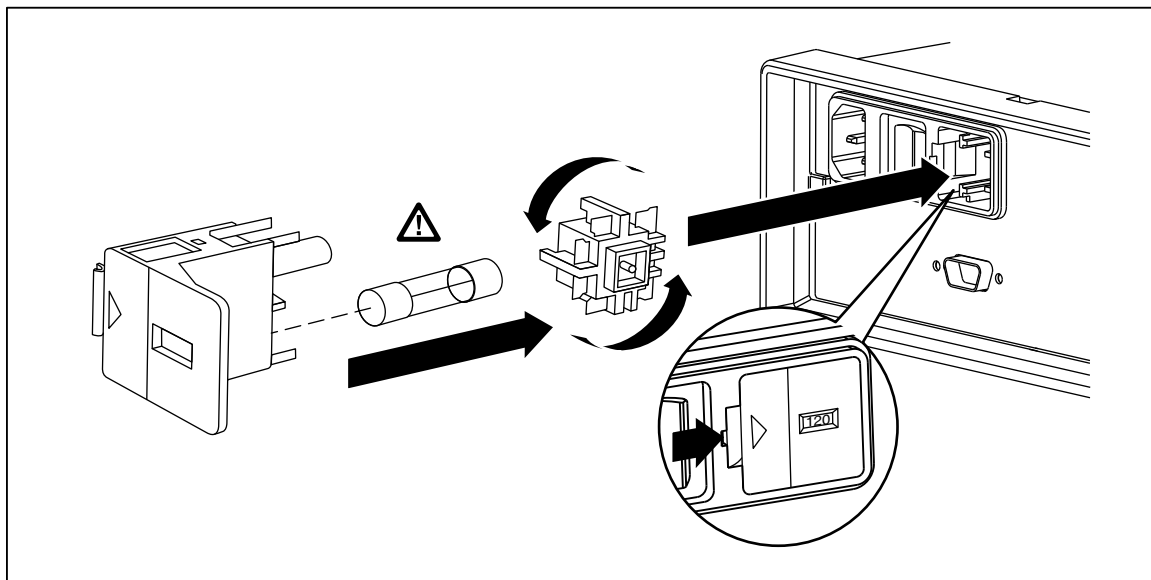

图 2-1. 更换电源保险丝
2. 从保险丝支架左边的窄缝中插入小螺丝刀，向右撬动，直到弹出支架，如图 2-1 所示。请见图2-1。